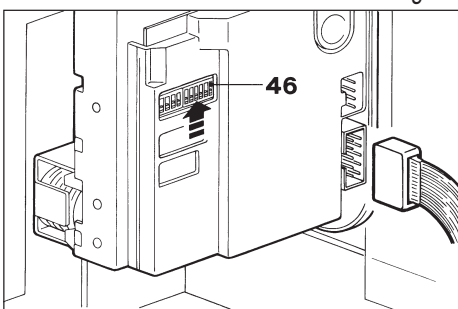

Fig. 17
- Collegare il Flat cable alla monetiera (Fig. 17).
- È possibile impedire che la monetiera accetti una o più monete tra quelle programmate agendo sul Dip-switch (46). Per fare ciò spostare verso l'alto i cursori dei canali che si intendono bloccare (Fig. 17).